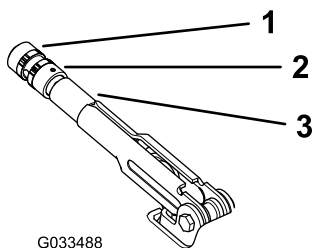

Figura 65
2. Desaperte o parafuso de afinação que fixa o manípulo à alavanca do travão de estacionamento (Figura 65).